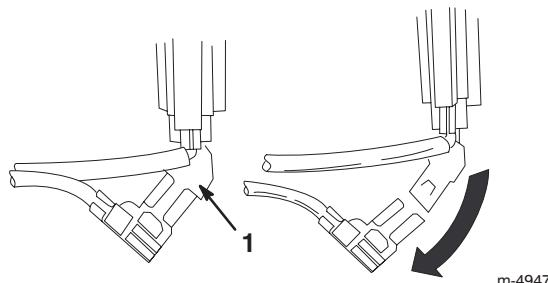

Bild 19
6. Klemmen Sie den grünen Erdungsdrahtclip unter dem Gashebel ab (Bild 19)